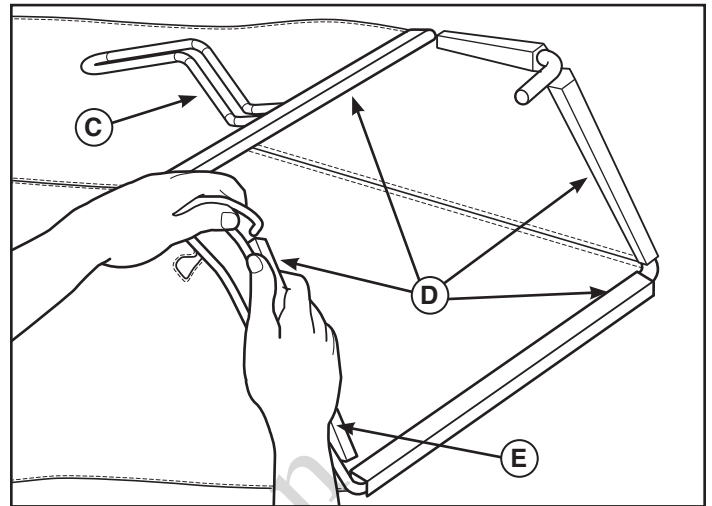

Figura 4
1. Inserte el armazón del recogedor de hierba en la bolsa con el suelo rígido de la bolsa hacia la parte inferior. Asegúrese de que el mango del armazón (**C**, Figura 4) esté situado fuera de la bolsa y hacia arriba.